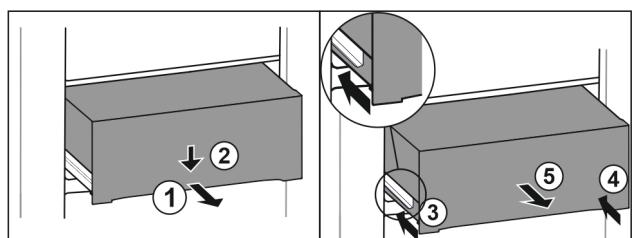

Fig. 57
- ▶ Вытяните выдвижной ящик наполовину. Fig. 57 (1)